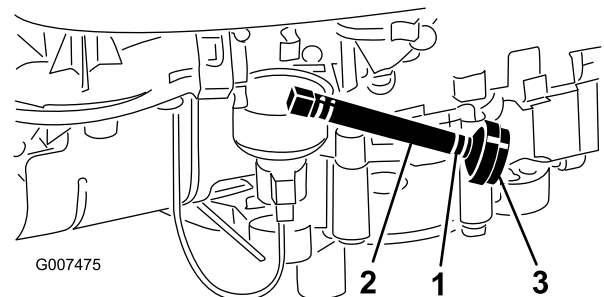

Figura 27
8. Apriete los extremos de la abrazadera y deslícela por el tubo de combustible hacia el depósito de combustible (Figura 27).
9. Tire del tubo de combustible para separarlo del filtro (Figura 27) y deje que la gasolina se drene en un recipiente apropiado.
Nota: El mejor momento para cambiar el filtro de combustible (Figura 27) es cuando el depósito de combustible está vacío. No instale nunca un filtro sucio que haya sido desmontado del tubo de combustible.
7. Apriete los extremos de las abrazaderas y deslícelas por el tubo alejándolas del filtro (Figura 27).